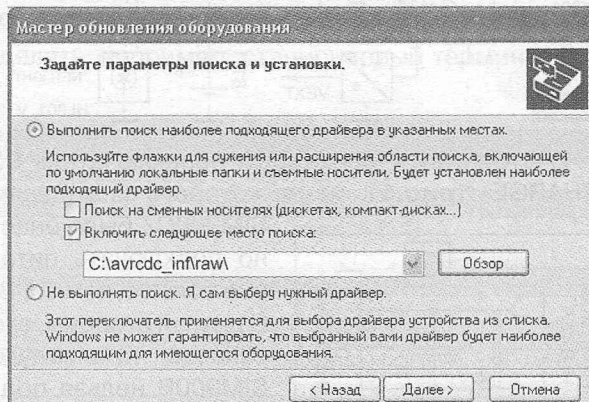

Рис. 9
3. Дождаться появления меню «Мастер нового оборудования». Поставить точку в пункте «Установка с указанного места», нажать «Далее». В пункте «Обзор» указать папку C:\avrcdc_inf\raw\, где находится файл «avrcdc.inf», нажать «Далее» (рис. 9).